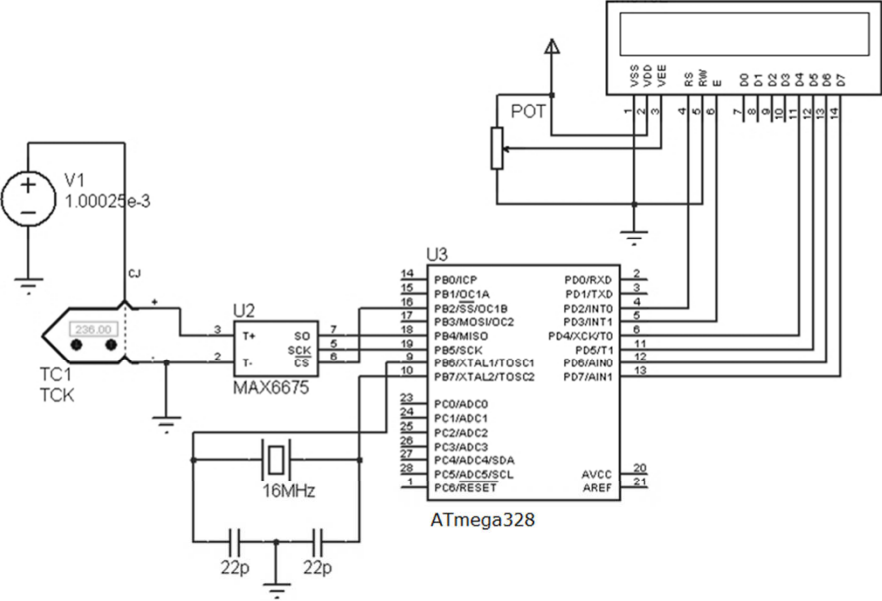

Fig. 14.11 – Usando o sensor MAX6675 (a fonte V1 é para a compensação da tensão gerada pelo termopar, utilizada para a simulação).
- 14.2** – Elaborar um programa para a leitura do sensor de temperatura MAX6675 do circuito da fig. 14.11.